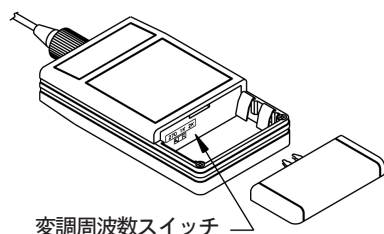

図 3-2 : 変調周波数の変更
変調周波数スイッチ このスイッチはバッテリー・ボックス内にあります。このスイッチで、変調周波数を設定することができます (図 3-2 参照)。
注： TOP シリーズは、変調周波数スイッチが 1 kHz に設定されて出荷されています。乾電池を外して、バッテリー・ボックスにあるこのスイッチを希望の値に設定してください (図 3-2 参照)。設定後は、乾電池、バッテリー・カバー、保護カバーをそれぞれ元の位置に戻します。機器を変調モードにするには、前面パネルの OFF/CW/MOD スイッチを MOD に設定してください。これで、出力光が、方形波で変調されます。
- 変調周波数スイッチ** このスイッチはバッテリー・ボックス内にあります。このスイッチで、変調周波数を設定することができます (図 3-2 参照)。
- MOD ボタンと MOD インジケータ** モードを CW (連続波) と MOD (変調波) の間で切り替えられます。変調波モードが選択されると、MOD インジケータが点灯し、バッテリー・ボックス内にあるスイッチで、変調周波数 (270 Hz、1000 Hz または 2000 Hz) を切り替えることができます (図 3-2 参照)。